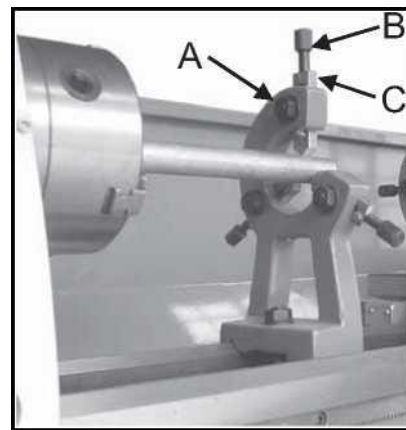

Рис. 36
1. Ослабьте три шестигранные гайки (А, Рис. 36).
2. Ослабьте винт с накатанной головкой (В, Рис. 36) и разводите скользящие пальцы (С, Рис. 36) до тех пор, пока люнет вместе с пальцами не сможет перемещаться вдоль заготовки. Закрепите неподвижный люнет в рабочем положении.
3. Затяните винты с накатанной головкой таким образом, чтобы пальцы плотно прилегали к заготовке, но не зажимали ее. Затяните три гайки (А, Рис. 36). Смажьте точки скольжения машинным маслом.